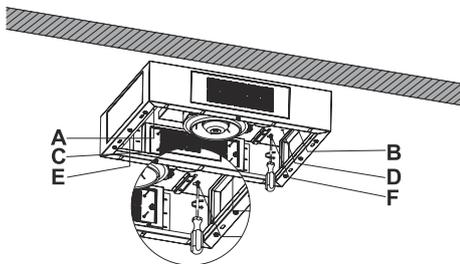

Fig. 14
4. ➔ Stringere le viti nei punti A, B ed E, F (Fig. 14).
Fissare la cabina del motore con viti 5,5 x 60 nei punti C e D (Fig. 14).